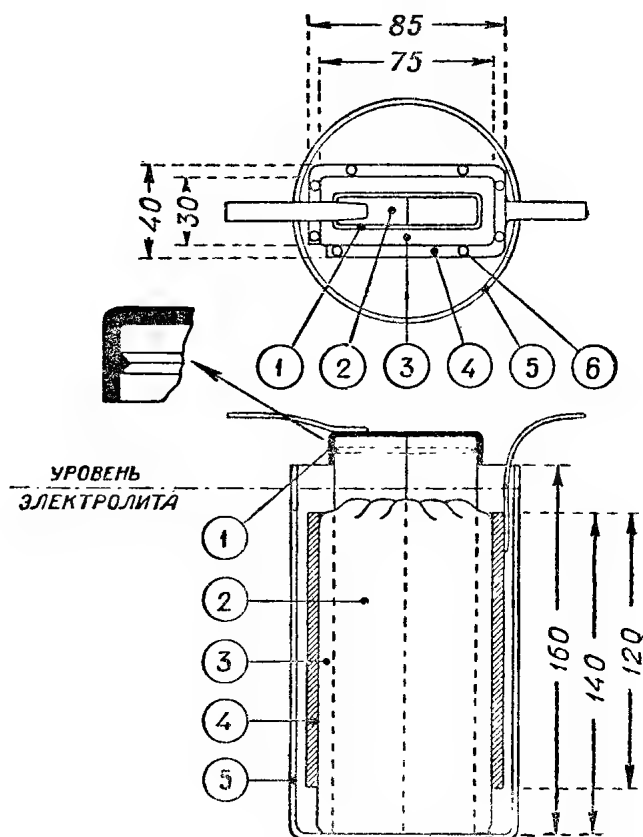

Рис. 1. 1. Головка угля. 2. Двойной угольный электрод. 3. Марганцевая смесь. 4. Цинковый электрод. 5. Наружный сосуд. 6. Изолирующие прокладки
Рис. 1 достаточно ясно показывает, как собирается отдельный элемент, поэтому на описании сборки мы останавливаться не будем и остановимся лишь подробно на деталях. Начнем с положительного электрода.
порошка необходимо тщательно перемешать с тем, чтобы смесь получилась вполне однородной. Приготовленная смесь затем смачивается электролитом настолько, чтобы она стала лишь влажной и при сжатии в руке слипалась в комок, совершенно не выделяя из себя влаги (электролита). Если электролита будет прибавлено много, то сформированный агломерат получится дряблым, мокрым и трудным для дальнейшей обработки. Агломерат же должен получиться твердым и лишь слегка влажным, он не должен рассыпаться при перекладывании его из руки в руку и свободно противостоять легкому сжатию его между пальцами. Нужно все это принять во внимание, приступая к прессовке агломерата. Для прессовки предварительно необходимо приготовить разборную форму с дном из доски толщиной в 100 мм по размерам будущего агломерата (рис. 1). В дне формы как раз под углом просверливается дыра в 2—3 мм диаметром. Кроме того нужно выстругать из какого-либо дерева более плотной породы дощечку по форме и размерам изготовленного уже нами двойного угольного электрода, причем длина этой дощечки должна быть на 50 мм больше длины угля. Дощечка с одного конца слегка срезается на-нет. Когда форма будет готова (на рис. она не указана), можно приступать к прессовке агломерата, накладывая в нее марганцевую смесь и хорошо утрамбовывая торцом какого-либо деревянного бруска прямоугольного сечения каждую вложенную порцию смеси. Прессовка продолжается до тех пор, пока не будет заполнена массой форма доверху, причем при прессовке не должен выделяться из смеси электролит, в противном случае последнюю надо будет сгустить прибавкой новой пропорции порошка графита и перекиси. Заполнив форму доверху, ударами молотка точно по середине вгоняется в смесь донизу выструганная нами дощечка. Затем нужно прочистить чем-либо дыру в дне формы и выдернуть дощечку обратно. В образовавшееся пустое место вставляется
**Цинковый электрод** — также прямоугольной формы, вырезается и сгибается из листового цинка в 1—1,5 мм по указанным на рис. 1 размерам. Цинк не должен доходить до дна банки, а верхняя его грань должна находиться как раз на уровне электролита или даже несколько ниже (из-за экономии материала). К цинку припаявается свинцовый проводник, а место спая и самый проводник хорошо покрывается асфальтовым лаком или какой-либо эмалевой краской.
Теперь, когда у нас все части готовы, мы можем приступить к сборке элемента; для этого вложим агломерат в цинковый электрод, поместив прокладки (деревянные палочки) там, где это указано в верхней части рис. 1, и хорошо все стянем по цинку тонкой бечевой. После этой операции у нас получится прочно скрепленная пара, которую и можно будет уже вставить в сосуд.